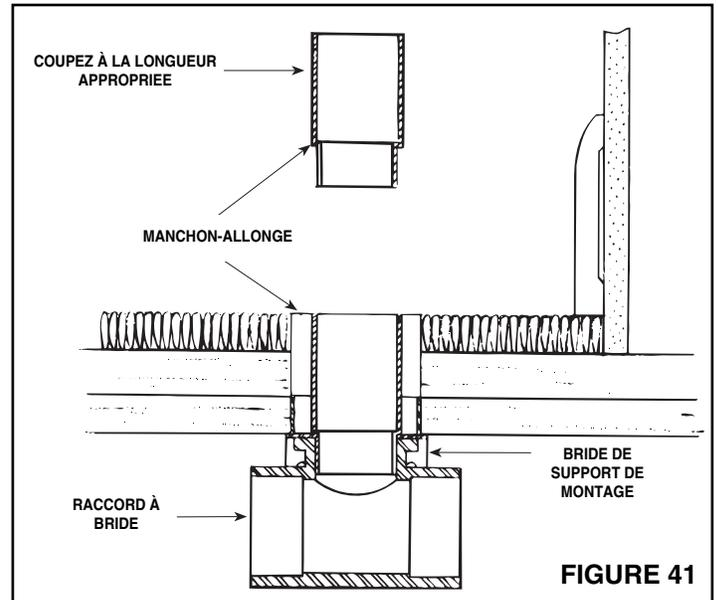

FIGURE 41
4. Voyez la figure 41. Le grand bout du manchon-allonge modèle 399 devrait être découpé à la longueur désirée afin de permettre une assise propre de la prise contre le sol ou la moquette.